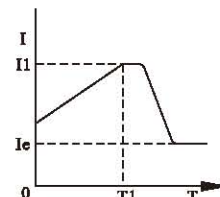

图14
b)、图14为电流斜坡起动模式的输出电流波形，其中I1为F6设置的限流值，T1为F1设置的时间值。